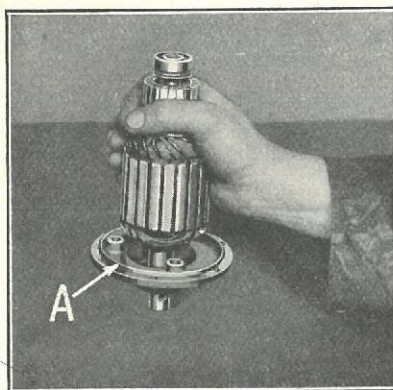

Fig. 455
- 911** Ved at støde Akselenden mod Bænken kan Dynamoflangeren (Fig. 455-A) fjernes fra Dynamoakslen.